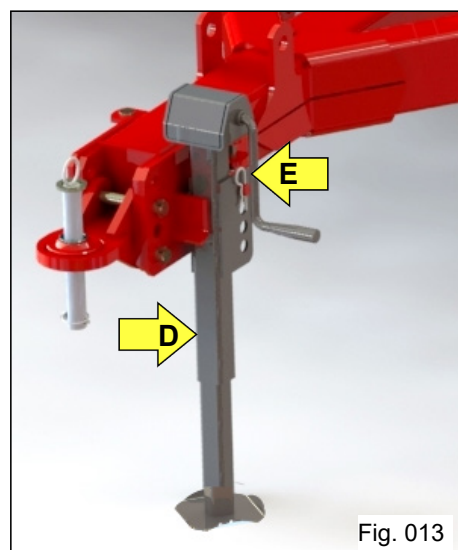

Fig. 013
- 7) Acople o Conjunto Levante Mecânico na posição "D", com a trava "E" (Fig. 013). Ajuste-o ao solo de forma que mantenha o cabeçalho apoiado;